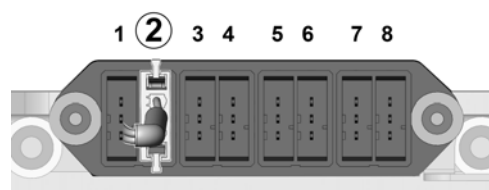

Abbildung 118. Verbinden Sie den Stecker der Stellvorrichtung mit Position 2 in der Anschlusseinheit.
2. Tragen Sie Schmierfett (Lubetec Red Guard oder gleichwertig) auf den Zapfen (G) und das Abstandsstück der Stellvorrichtung (A) auf.
3. Montieren Sie die hintere Stellvorrichtung am Zapfen (G) mithilfe der M6x12-Schraube (B) und ihrer Unterlegscheibe.
5. Platzieren Sie die Unterlegscheibe 2 mm (ca. 0,08") (D) auf der vorderen Befestigungsschraube (C).
6. Montieren Sie das Abstandsstück der Stellvorrichtung (A), die vordere Befestigungsschraube (C), Unterlegscheibe (D) und Stellvorrichtung am Beinstützenarm.
7. Schraube (C) mit 24 Nm (17,7 lb. ft.) festziehen.
8. Positionieren Sie die Distanzscheibe (E) auf der vorderen Befestigungsschraube (C) und schrauben Sie die Gegenmutter (F) per Hand auf die vordere Befestigungsschraube (C).
9. Mit einem Inbusschlüssel die vordere Befestigungsschraube (C) fixieren, um ein Lösen des Beinstützenarms beim Anziehen der Kontermutter (F) zu verhindern.
10. Ziehen Sie die Gegenmutter (F) mit einem Drehmomentschlüssel an. Anzugsdrehmoment: 24 Nm (17,7 lb. ft.).
12. Verbinden Sie den Stecker der Stellvorrichtung mit Position 2 in der Anschlusseinheit auf der rechten Sitzseite. Schieben Sie den Stecker gerade hinein, um ihn anzubringen. Siehe Abb. 118 4.1.12.1.